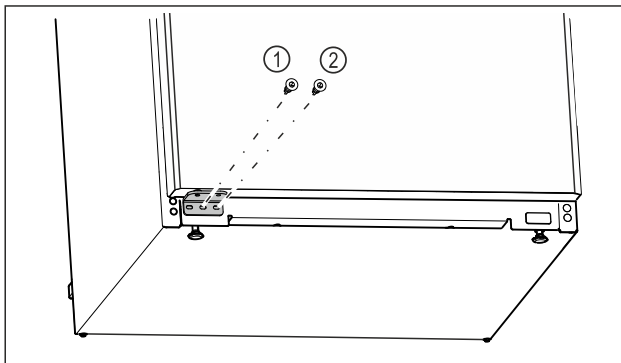

Fig. 26
- Pieskrūvējiet gultņa balsta vidējo skrūvi Fig. 26 (1) ar skrūvgriezi Torx 20.
- Pieskrūvējiet gultņa balsta iekšējo skrūvi Fig. 26 (2) ar skrūvgriezi Torx 20.